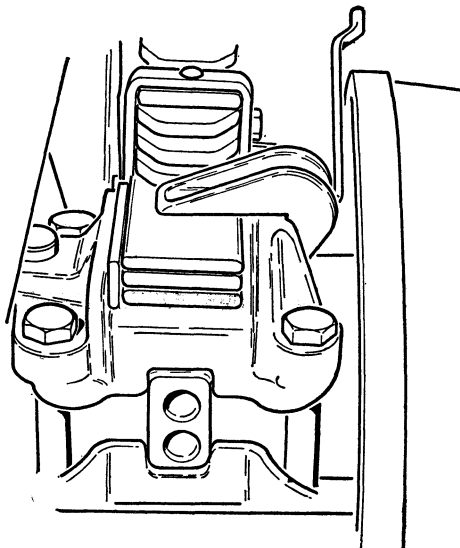

Fig. 3.
1. Verwijder de veeraanslag op de beide ashuizen (fig. 3).